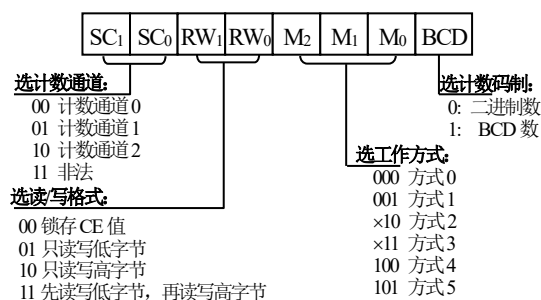

图 T.5 8253/8254 控制字格式
(3) (4 分) 已知 8254 控制字如图 T.5 所示, 编写能实现上述功能的 8254 初始化函数 init_8254()。